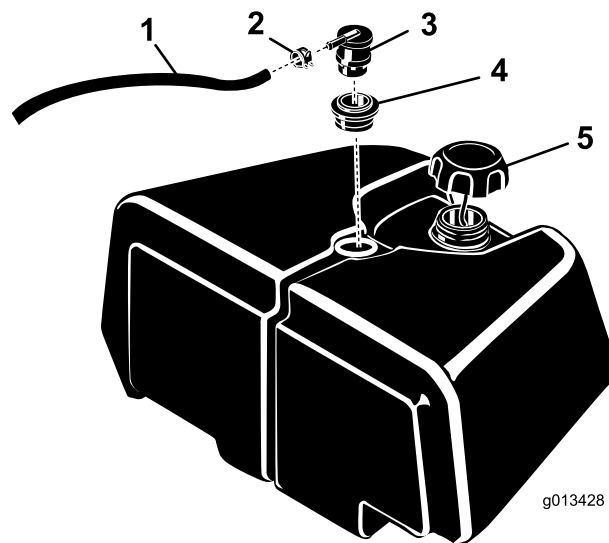

Figura 1
3. Limpe a área em redor da válvula do depósito de combustível para que matéria estranha não caia dentro do depósito quando a válvula e olhal forem removidos (Figura 1).
4. Desaperte a abraçadeira que prende o tubo à válvula e desligue o tubo da válvula (Figura 1).
5. Retire a válvula e olhal do depósito de combustível (Figura 1).